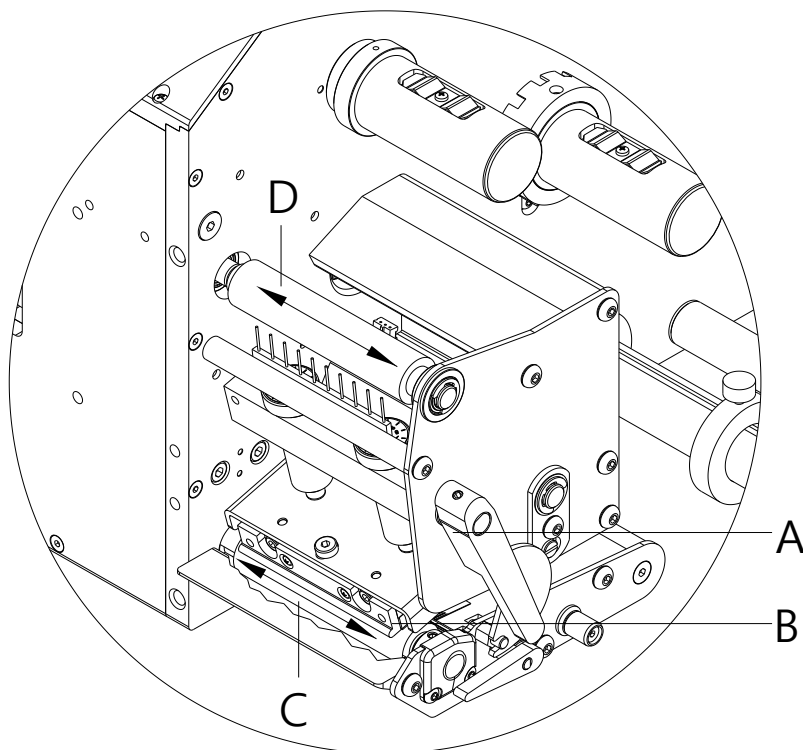

Figure 3
1. Tourner le levier (A, Figure 3) en sens inverse des aiguilles d'une montre pour déverrouiller la tête d'impression.
6. Pour fermer la tête d'impression tourner le levier (A, Figure 3) dans le sens des aiguilles d'une montre jusqu'à ce qu'il engage.
1. Tourner le levier (A, Figure 3) dans le sens inverse des aiguilles d'une montre pour déverrouiller la tête d'impression.
3. Souffler la cellule (A) avec un spray à gaz naturel comprimé. Faire attention à ce que des instructions sur le spray!
4. La cellule (A) peut être aussi nettoyée avec une carte à nettoyer (B) imbibée d'avant d'alcool pur. Pousser la carte à nettoyer en avant et en arrière (voir illustration).